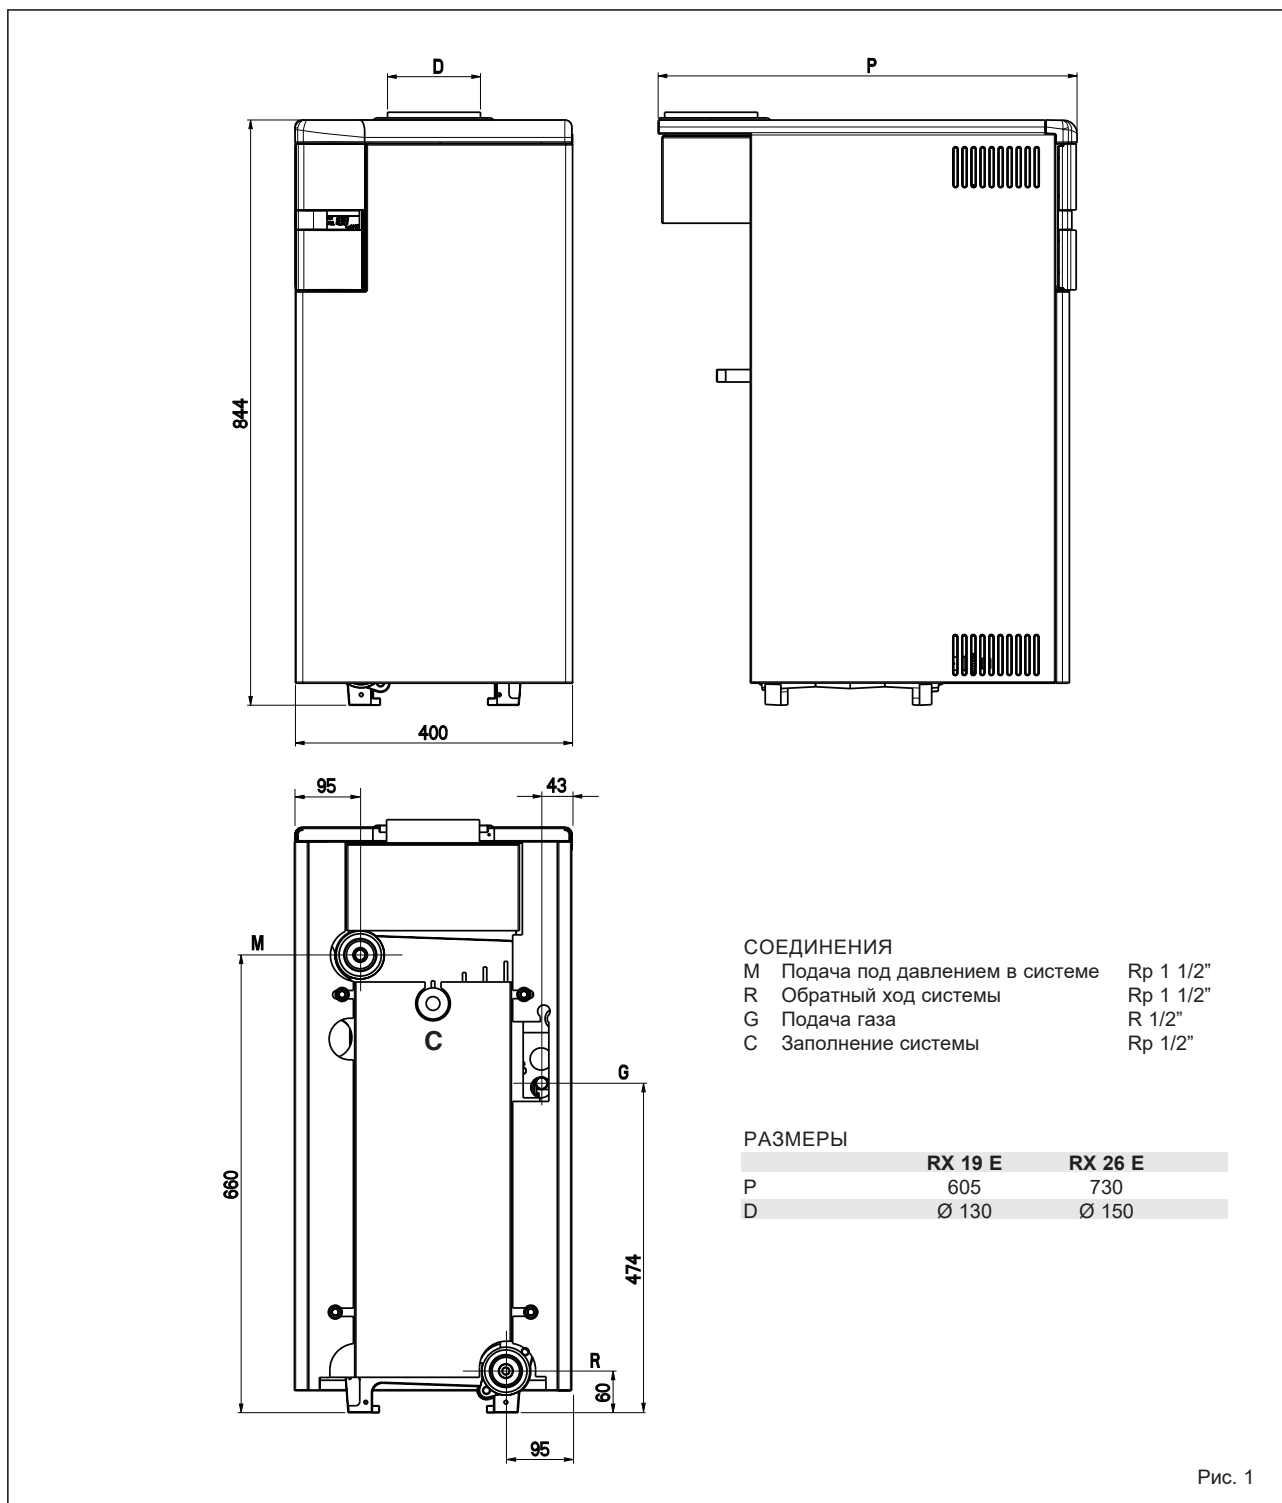

Рис. 1
1.2.1 Модель "RX 19-26 E" (Рис. 1)
1.2.2 Модель "RX 37-48-55 E" (Рис. 1/а)